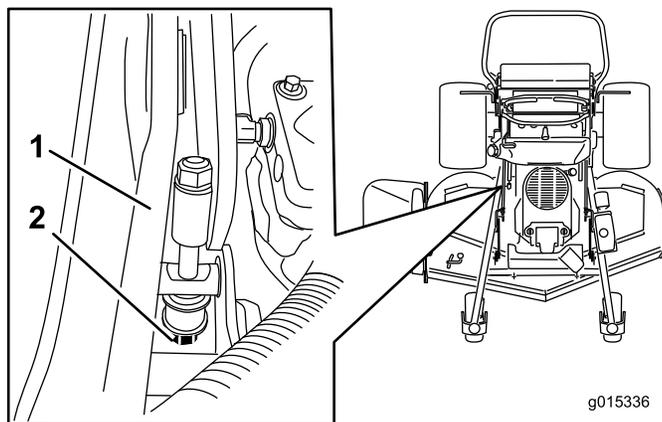

図 89
5. 測定値が正しくない場合には、機体右側にある刈高ロッドを探し出す 図 89。
6. 図 89に示す調整ボルトを使って、ブレードの先端の高さが 7.6cm マッチするように調整する。